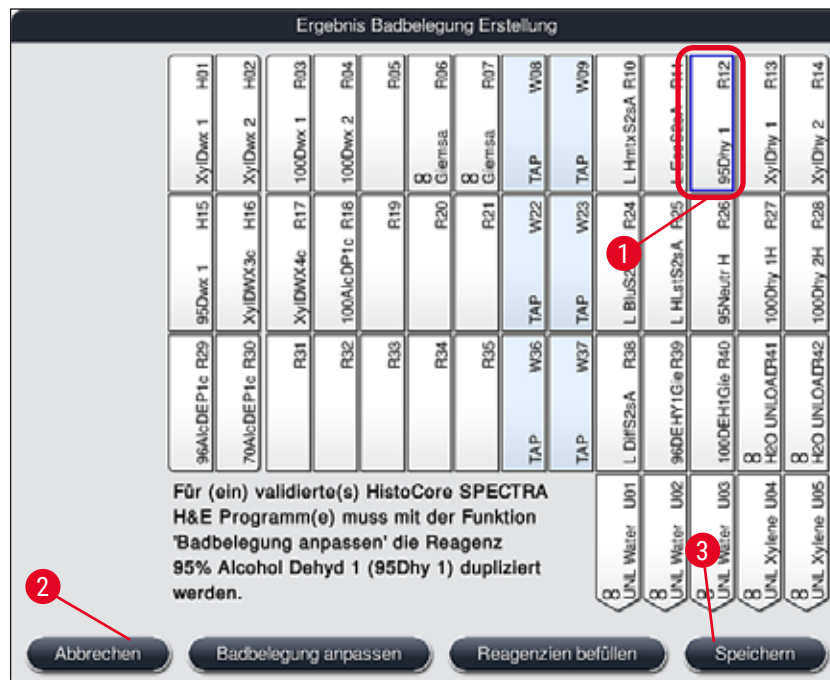

Abb. 53
- Nachdem von der Software die Badbelegung anhand der priorisierten Programme errechnet wurde, erhält der Benutzer eine Übersicht des Ergebnisses auf dem Bildschirm angezeigt (→ "Abb. 53").
- Wurden keine Leica-Programme in die Badbelegung integriert, weicht die Darstellung der (→ "Abb. 53") von der gezeigten ab (ohne Abbildung). In diesem Fall können die Reagenzien, wie in (→ S. 83 – Einfüllen der Reagenzien) beschrieben, eingefüllt werden.